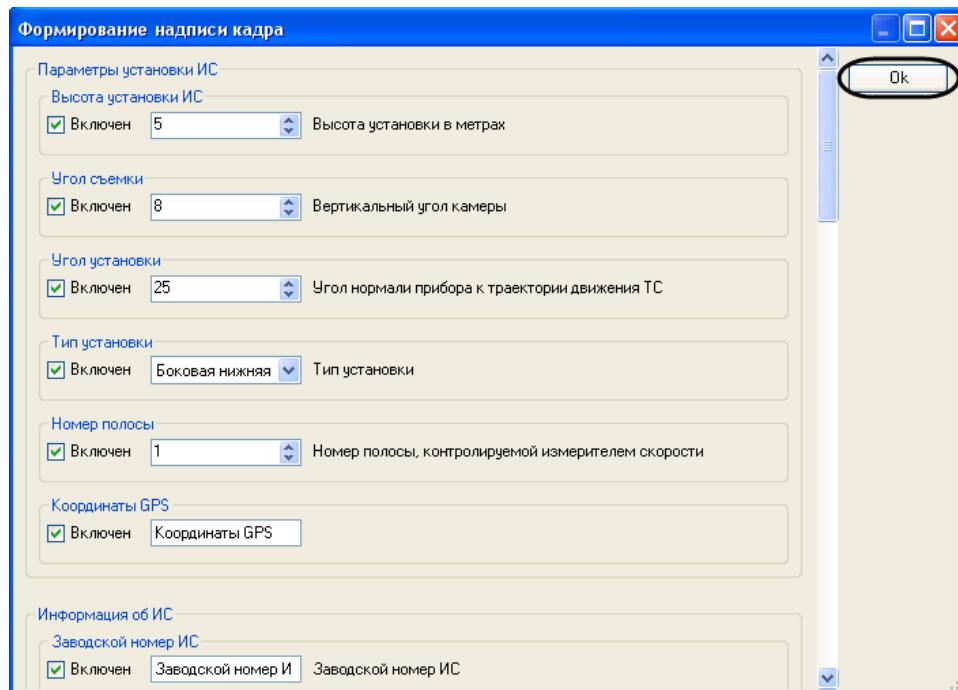

Рис. 7.2—12. Сохранение изменений в диалоговом окне «Формирование надписи кадра»
8. Для сохранения внесенных изменений и закрытия диалогового окна «Формирование надписи кадра» нажать кнопку «OK» (Рис. 7.2—12).
Примечание. Для закрытия данного окна без сохранения изменений следует нажать кнопку «» (Рис. 7.2—12).